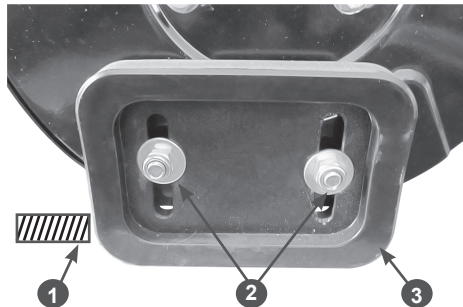

Рис. 21 Регулировка высоты забора снега
- Открутите гайки 2 крепления ползков на 1-2 оборота и установите ползок на необходимую высоту (Рис. 21). Снова затяните гайки.